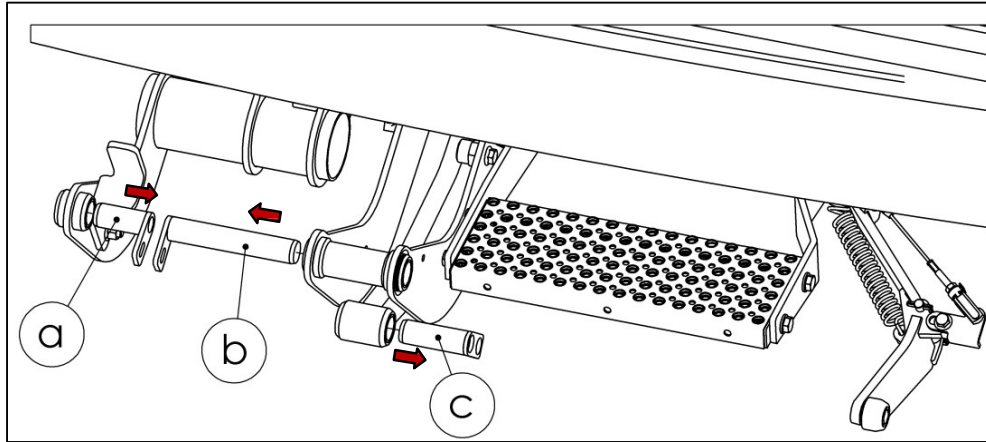

Fig. 55
- Remueva los pasadores (a, b y c) (vea la Fig.55)